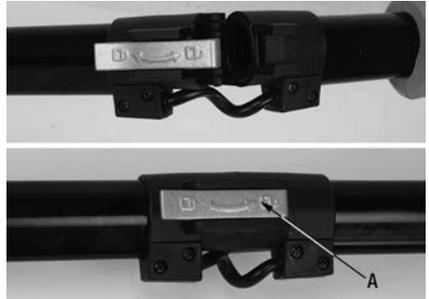

FIGURE 3
1. Retirez la Ponceuse à cloisons sèches principale du coffre moulé. Dépliez-la et fixez-la en position droite à l'aide du loquet de verrouillage (A) Fig.3, tel que montré.